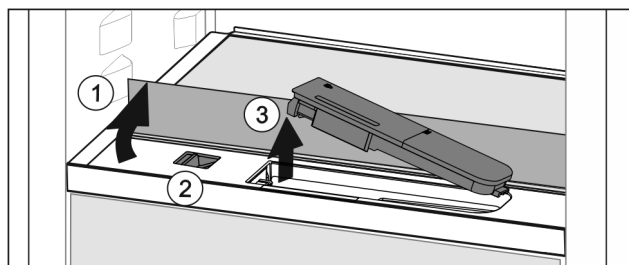

Fig. 119
- ▶ Emelje meg az üveglapot, és hajtsa hátra ütközésig Fig. 119 (1).
- ▶ Tolja balra a tolokát Fig. 119 (2).
- ▶ Vegye ki a víztartályt Fig. 119 (3).